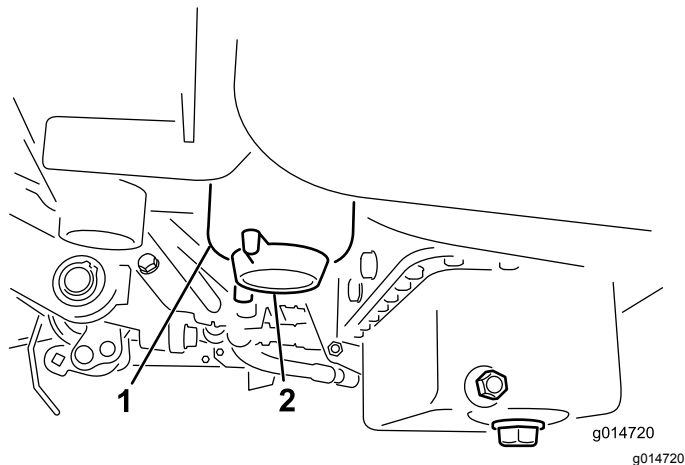

図 30
2. フィルタ容器 (図 30) の周辺をウェスできれいにぬぐう。
4. フィルタのドレンプラグを開く 図 30。